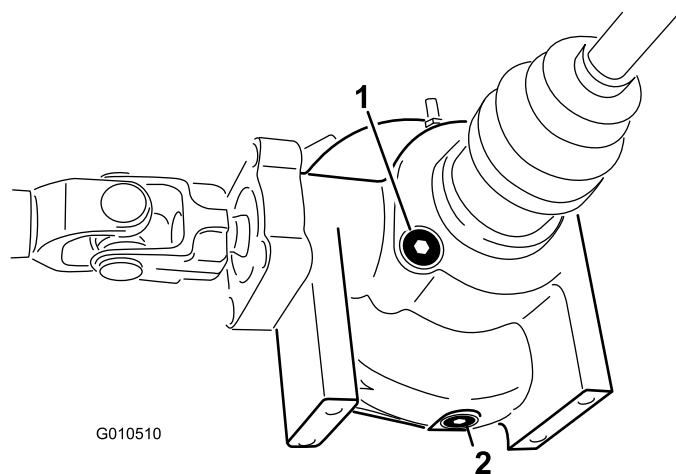

Figura 21
2. Limpe a área em torno do bujão de enchimento/controlo na parte lateral do diferencial (Figura 21).